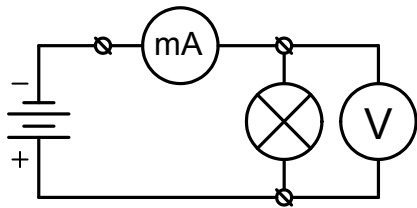
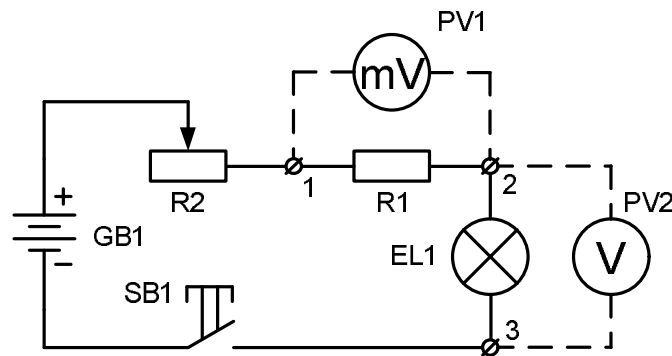

Рис. 2
Рис. 3
Опір  $R$  розжареної нитки лампи визначають методом амперметра-вольтметра (рис. 2). Визначивши силу струму  $i$  напругу за законом Ома обчислюють опір нитки розжарення лампи. Принципова електрична схема установки для цих вимірювань зображена на рис. 3. На схемі GB1 – два гальванічні елементи типу АА, з'єднані
3. Зберіть електричне коло за схемою рис. 3; мультиметр поки що не підключайте.
5. Переведіть перемикач мультиметра в положення  $V \text{ --- } 20 \text{ В}$ , провідники мультиметра приєднайте до затискачів лампи (клеми 2 і 3 на рис.3), і натисніть вимикач SB1. Лампочка повинна слабо засвітитись, а мілівольтметр – показати напругу на лампі. Запишіть значення напруги в зошит.
7. Перемикач мультиметра переведіть в положення  $V \text{ --- } 200 \text{ мВ}$ . Провідники мультиметра приєднайте до затискачів резистора 1 Ом (клеми 1 і 2 на рис. 3), а перемикач переведіть в положення 200 мВ. Як було зауважено вище, покази мультиметра відповідатимуть силі струму в мА.
10. Для кожної з п'яти пар значень напруги і сили струму обчисліть опір нитки розжарення  $R$  (формула (6)). Не забудьте перевести мА в А!
11. За формулою (4) (або за формулами (5)) знайдіть температуру нитки розжарення при різних значеннях напруги. Температурний коефіцієнт опору для вольфраму  $\alpha = 0,0048 \text{ град}^{-1}$ .